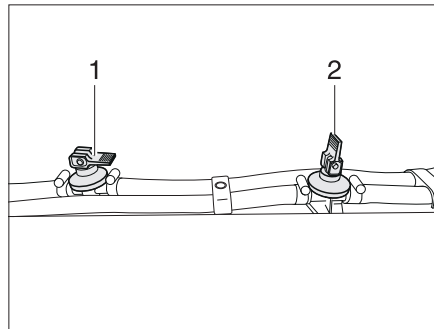

Fig. 247 Robinet de vidange
- Ouvrir tous les robinets de vidange. Pour cela, placer le levier à bascule (Fig. 247,2) en position verticale.